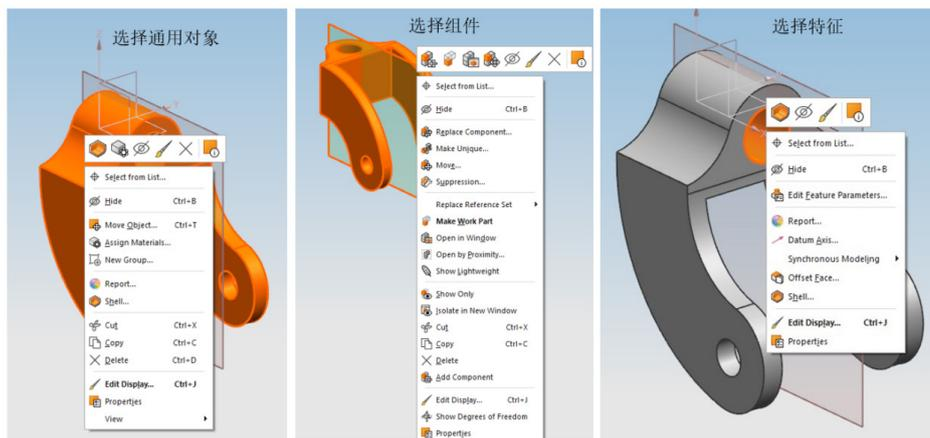

图 1-25 特定对象的快捷菜单
(2) 特定对象的快捷菜单。当无对话框显示时，特定对象的快捷菜单允许作图者快速执行在一选择对象上的动作，如图 1-25 所示。